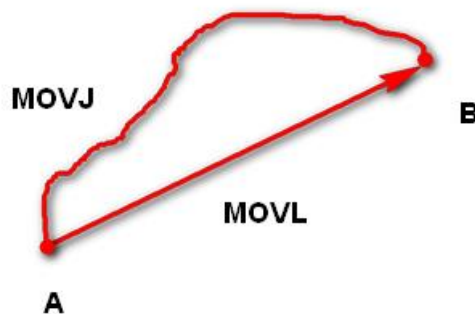

图 3.7 MOVJ 和 MOVL 运动模式
- MOVJ**：关节运动，由A点运动到B点，各个关节从A点对应的关节角运行至B点对应的关节角。关节运动过程中，各个关节轴的运行时间需一致，且同时到达终点，如图 3.7所示。
- MOVL**：直线运动，A点到B点的路径为直线，如图 3.7所示。